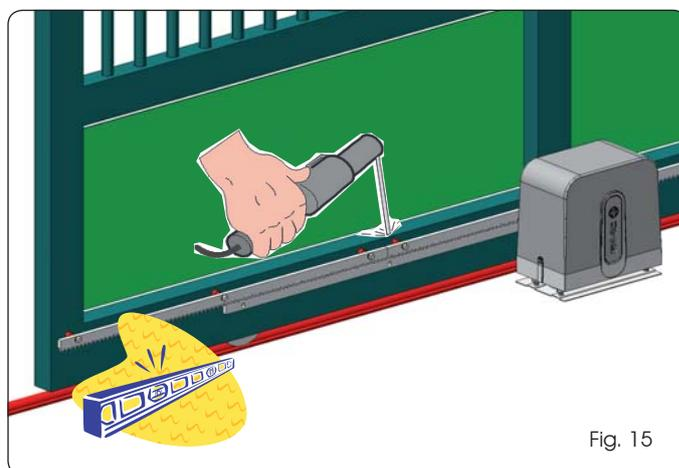

Fig. 15
5. Accostare un altro elemento di cremagliera al precedente utilizzando, per mettere in fase la dentatura dei due elementi, un pezzo di cremagliera come indicato in Fig. 15.